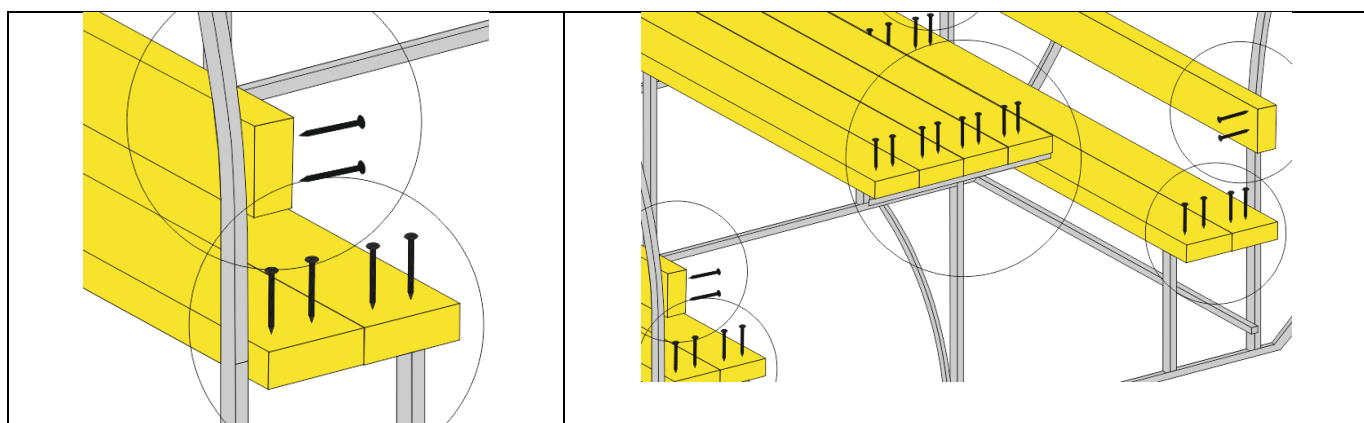

Рис. 4
4. Прикрутите доски к столешнице, скамейкам и спинкам саморезами с плоской шляпкой 4,2x32 мм (по 6 шт на доску) (Рис. 4).